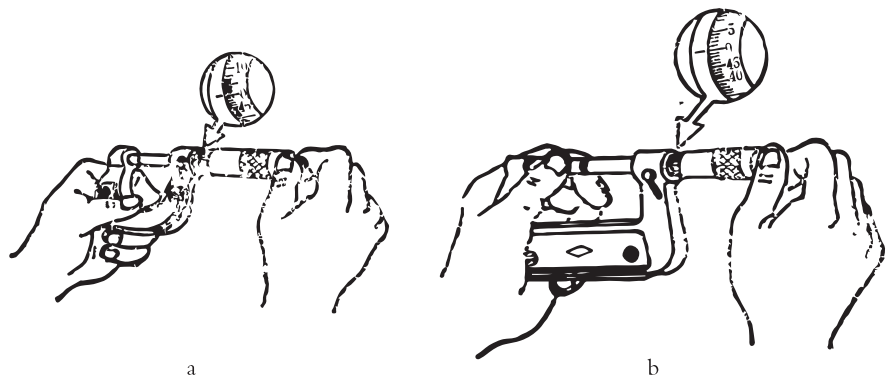

图2-25 外径千分尺的零位检查
②外径千分尺的使用方法。
1) 千分尺零位的检查。使用尺子前，应先擦净测砧和活动测量杆端面，校正尺子零位的正确性。0~25毫米的千分尺，可拧动转帽，使测砧端面和活动测量杆端面贴平，当棘轮发出响声后，停止拧动转帽，观察活动套管的零线和固定套管的基线是否对正，决定尺子零位是否正确。25~50毫米、50~75毫米、75~100毫米的千分尺，可通过标准样柱进行检测（见图2-25）。